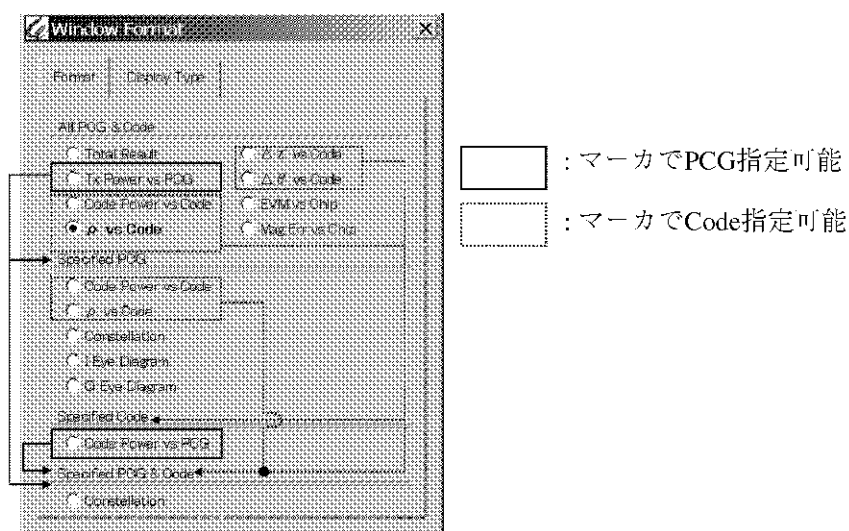

図 A-1 [Window Format] ダイアログ・ボックス
2、3、4 の PCG 指定と Code 指定を、図 A-1 [Window Format] ダイアログ・ボックス内の [All PCG & Code]、[Specified PCG]、および [Specified Code] のグラフのマーカで行うことができます。
[All PCG & Code] の電力対パワー・コントロール・グループ (PCG) グラフ ([Tx Power vs PCG]) と、[Specified Code] のコードごとの電力対パワー・コントロール・グループ (PCG) グラフ ([Code Power vs PCG]) において、マーカに連動させて PCG ごとのグラフを切り替えることができます (図 A-1 を参照)。
[Code Power vs Code]、[p vs Code]、 $[\Delta\tau \text{ vs Code}]$ 、 $[\Delta\theta \text{ vs Code}]$ を選択した場合、マーカに連動してコードごとの電力対パワー・コントロール・グループ (PCG) グラフ ([Code Power vs PCG]) と、PCG とコードを指定したコンスタレーショングラフ ([Constellation]) を切り替えることができます (図 A-1 を参照)。